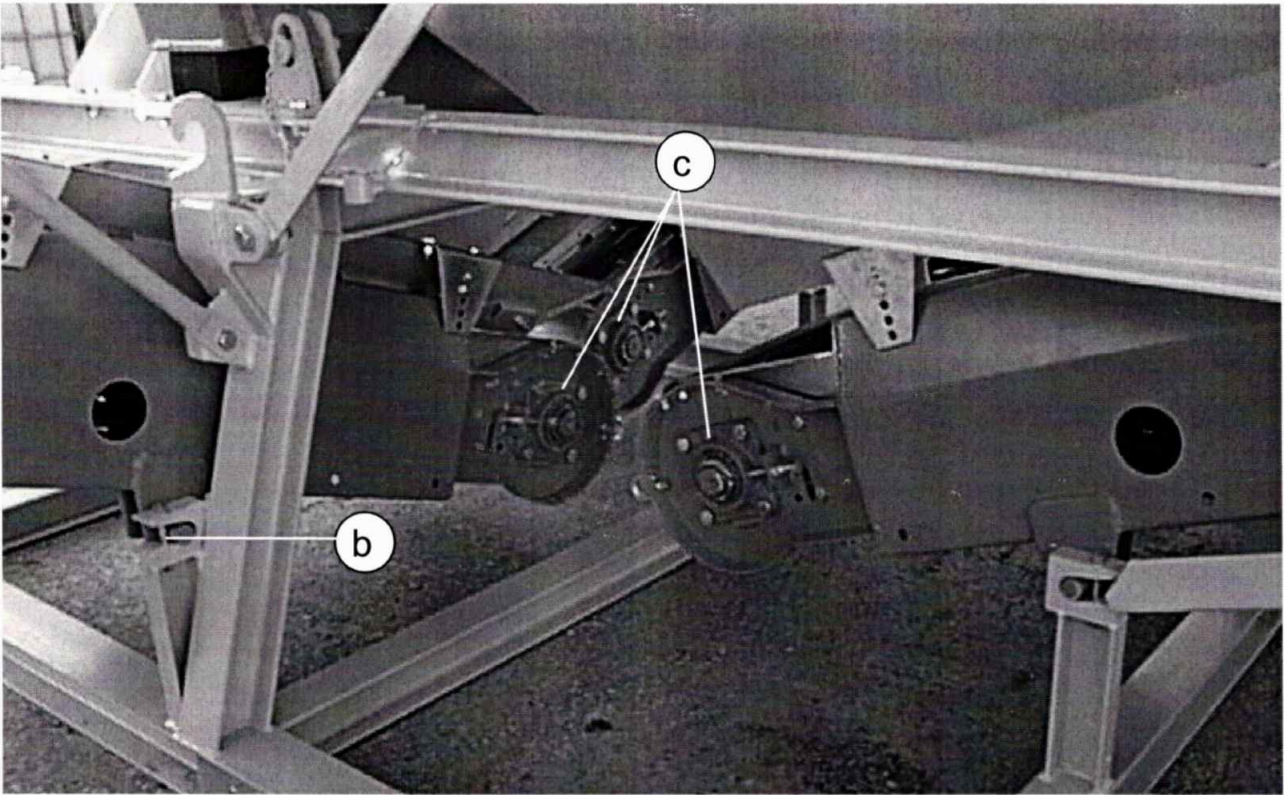

fig. 9.1.3
- b) smontare i nastri laterali togliendo il bullone di sicurezza (particolare (b) di fig. 9.1.3), sollevandoli con un mezzo di sollevamento e riponendoli a terra, ripiegandogli infine l'elemento di coda e il cavalletto di supporto come indicato nel disegno di fig. 9.1.5;
Il particolare (c) di fig. 9.1.3, indica i punti di ingrassaggio di un lato della coda dei tre nastri di cumulo. Anche dal lato della testa motrice sono presenti gli stessi punti di ingrassaggio.